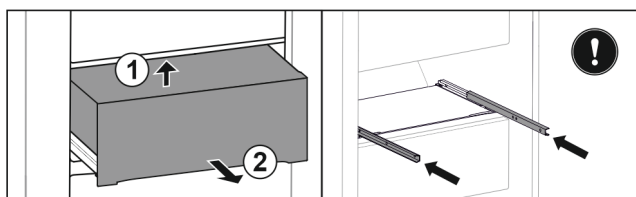

Fig. 135
- ▶ Levante el cajón por la parte trasera inferior. Fig. 135 (1)
- ▶ Extraiga el cajón hacia delante. Fig. 135 (2)